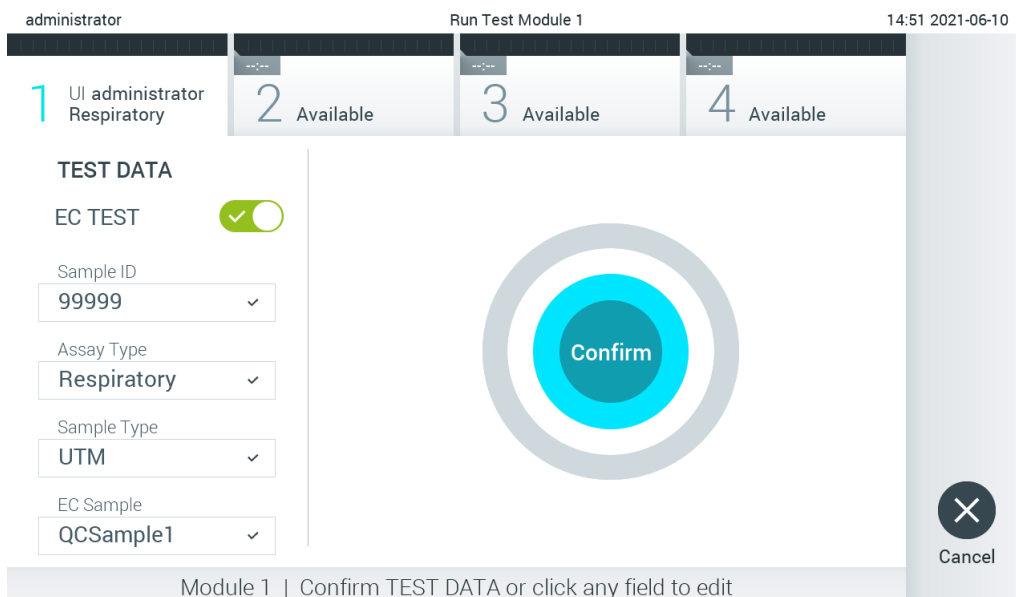

図 92. 確認画面。
7. 確認画面が表示されます。入力したデータを見直します。変更が必要な場合は、タッチスクリーン上の該当するフィールドを押して当該情報を編集します (図 92)。